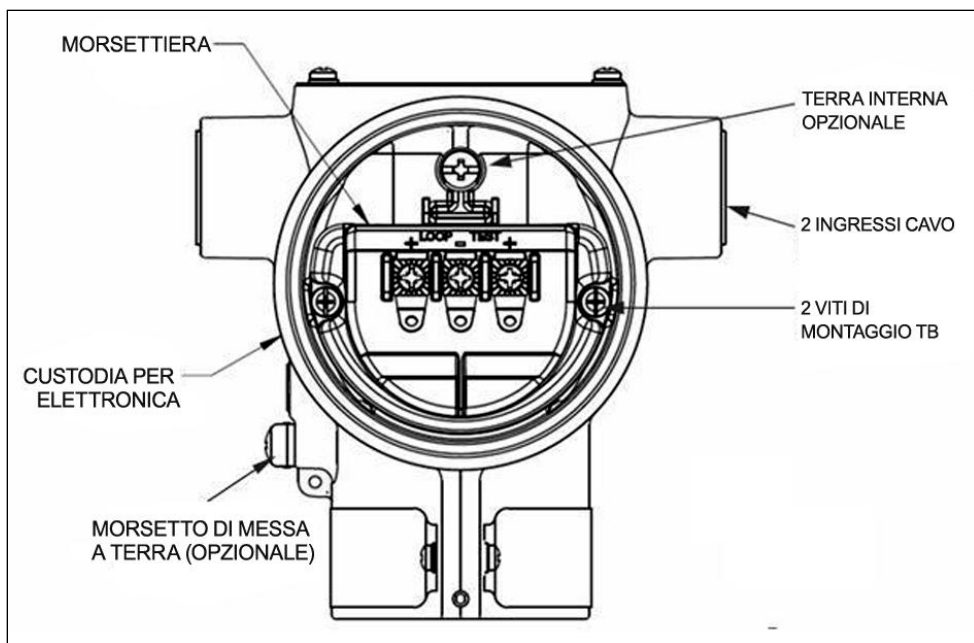

Figura 14 - Terminale con 3 viti e vite di messa a terra del trasmettitore
Il cablaggio del loop viene collegato al trasmettitore semplicemente collegando i cavi del loop positivo (+) e negativo (-) ai terminali positivo (+) e negativo (-) sulla morsettiera del trasmettitore nella custodia per elettronica, come mostrato nella Figura 14.
Come mostrato nella Figura 14, ciascun trasmettitore presenta un terminale interno che ne consente il collegamento a terra. In via opzionale, un terminale di massa può essere aggiunto all'esterno della custodia per elettronica. Sebbene non sia necessario mettere a terra il trasmettitore perché funzioni correttamente, farlo consente di ridurre al minimo i possibili effetti del rumore sul segnale di uscita e di offrire protezione contro fulmini e scariche elettrostatiche. Una morsettiera parafulmine opzionale può essere installata al posto di quella standard per i trasmettitori che verranno installati in un'area altamente esposta a fulmini.
1. Vedere la precedente Figura 14 per le posizioni delle parti. Allentare il blocco del cappuccio terminale utilizzando una chiave a brugola da 1,5 mm.
Se il proprio trasmettitore include la protezione anti-fulmini opzionale, collegare un cavo dal morsetto di messa a terra (vedere la Figura 14) alla messa a terra per ottenere una protezione efficace. Utilizzare un cavo da 8 AWG o (8,37 mm²) nudo o rivestito in verde per questo collegamento.